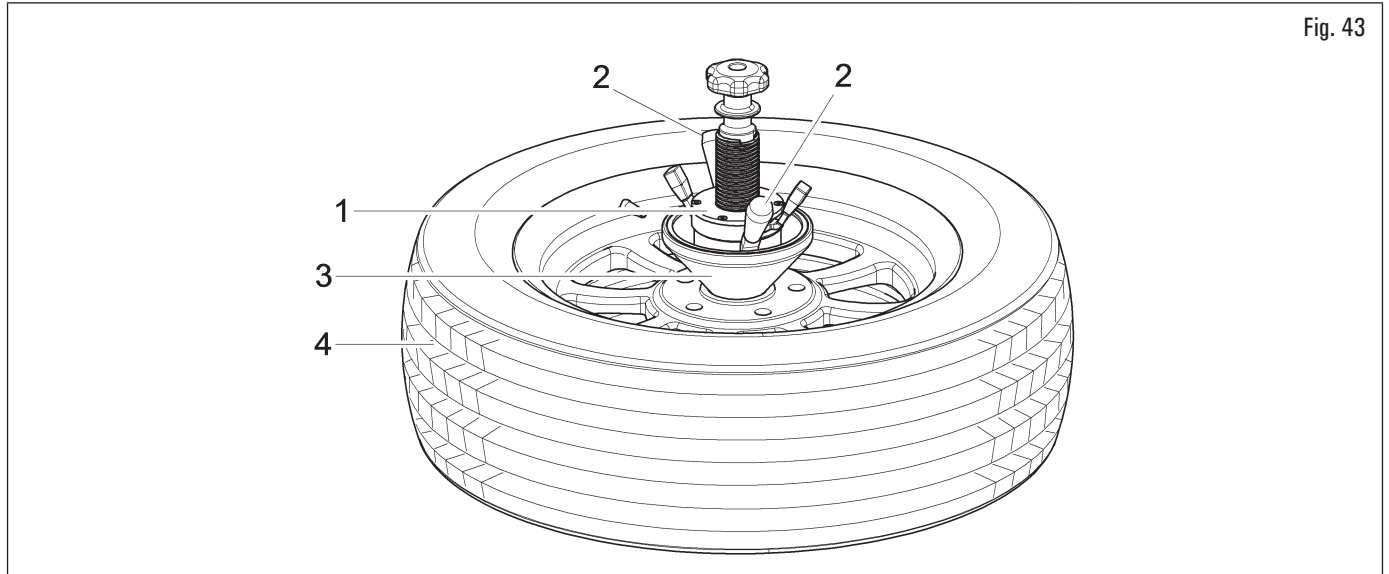

Fig. 43
6. girar la virola (Fig. 43 ref. 1) con las palancas externas más grandes (Fig. 43 ref. 2) hasta al completo bloqueo del cono (Fig. 43 ref. 3) en la rueda (Fig. 43 ref. 4);